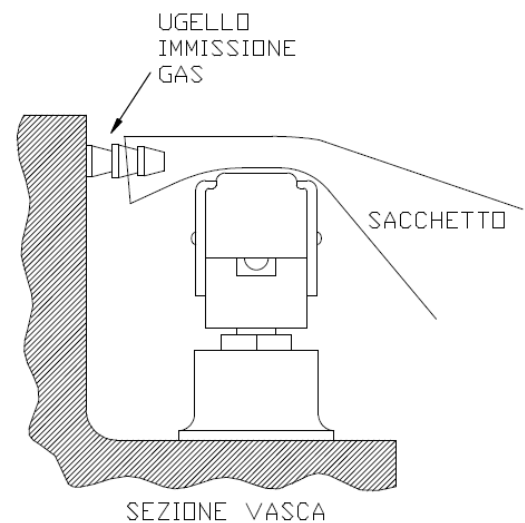

Figura 6.2. Posizionamento del sacchetto con funzione gas attiva.
3. Porre il sacchetto contenente il prodotto all'interno della camera di vuoto permettendo ai due lembi dello stesso di circondare l'ugello di immissione gas (Figura 6.2). In questa fase occorre fare attenzione che pieghe del sacchetto o altro ostruiscano la normale fuoriuscita del gas.